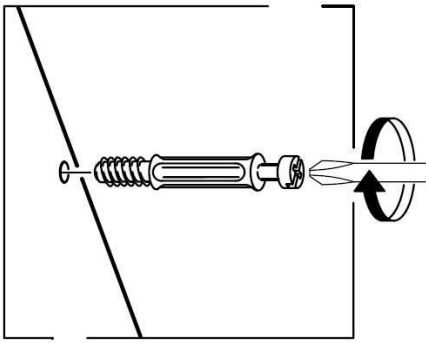

Рис. 1
1. В боковые стенки (41), (42), нижний щит (43), заднюю стенку (44) в имеющиеся отверстия установить эксцентрики таким образом, чтобы стрелка была повернута в сторону отверстия в торце.
В установленные муфты эксцентриковых стяжек на боковых стенках (41), (42), крышке (40) ввернуть дюбели, в соседние отверстия установить шканты (рис.1).
Собрать между собой боковые стенки (41), (42), нижний щит (43) и заднюю стенку (44) так, чтобы дюбели и шканты вошли в предназначенные для них отверстия (рис.1). Закрепить заднюю стенку (44) с помощью конфирматов, ввернув их сквозь отверстия в нижнем щите (43). Затянуть эксцентрики на нижнем щите (43). Присоединить основание комода (45) к нижнему щиту (43) с помощью винтов М6x25. К получившейся конструкции присоединить крышку (40) так, чтобы дюбели и шканты в крышке вошли в предназначенные для них отверстия в боковых стенках (41), (42) и задней стенке (44). Затянуть эксцентрики, повернув их на 180 градусов (см. схему сборки). Закрепить эксцентрики и конфирматы заглушками-самоклейками.